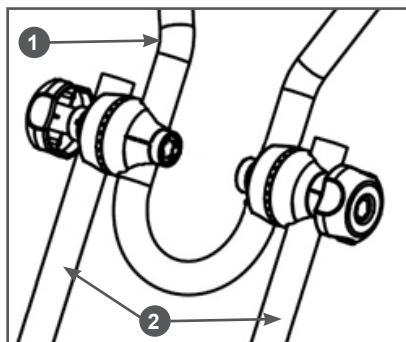

Рис. 6. Установка рабочих рукояток
6. Установите на стойки 2 рабочие рукоятки 1 (Рис. 6).